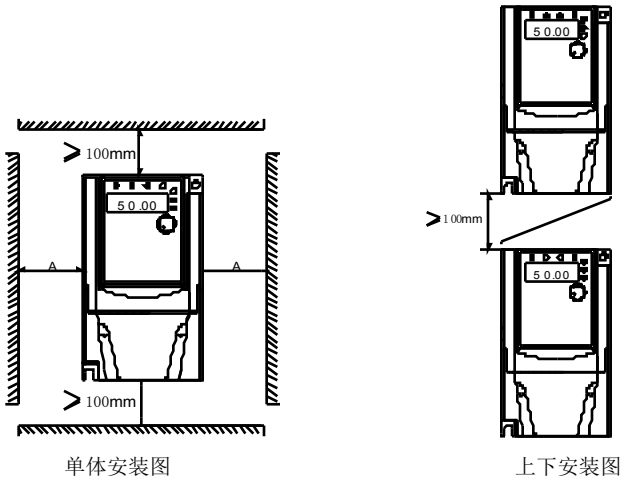

图 3-1 KE300X/KE300B 变频器安装示意图
- 1) 请垂直安装变频器，便于热量向上散发，但不能倒置。若柜内有较多变频器时，最好是并排安装。在需要上下安装的情况，请参考图 3-1 的示意，安装隔热导流板。
- 2) 安装空间遵照图 3-1 所示，保证变频器的散热空间；但布置时请考虑柜内其它器件的散热情况。